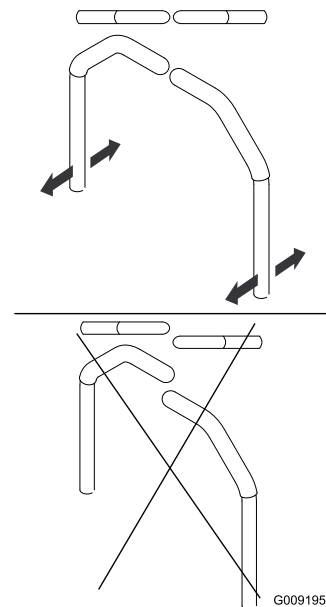

Figura 58
4. Allineate le leve longitudinalmente portandole assieme in posizione FOLLE, fatele scorrere finché non sono allineate e serrate i bulloni (**Figura 58**).